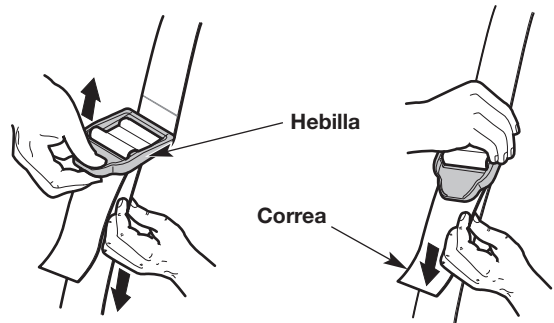

Fig. 9
6. Ajuste la correa de hombro para adecuarla al operador (Fig. 9). Tire de la hebilla hacia arriba para aflojar la correa. Tire de la correa hacia abajo para ajustarla.